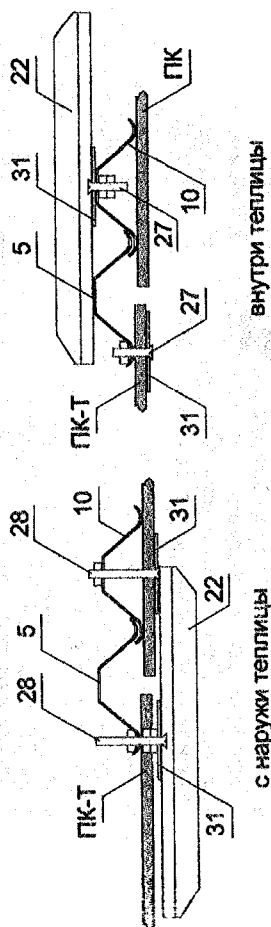

Рис. 13 Крепление вертушка.
- 3.11.1. На собранном торце ПК 4м. с наружной стороны с верху покрытия, на стойке дверного проема №5, по середине двери и по середине форточки установите вертушки № 22, один для загираания двери, другой для загираания форточки (см. рис. 13). В отверстие в вертушке №22 установите винт №28 (М4х25), на винт наденьте оцинкованную шайбу №31 (для крепления поликарбоната) и затяните гайку М4 (№30 комплектации).